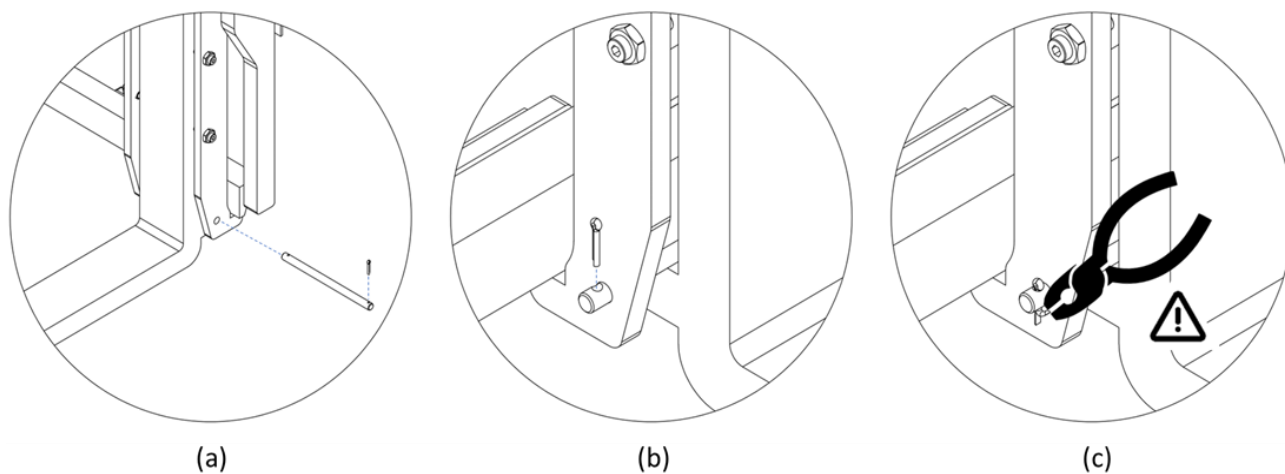

Figura 12
1. Inserire i perni di fissaggio dei ganci inferiori delle forche e verificare che il gancio della forca sia bloccato dal perno stesso (vedi *Figura 12, a*).
2. Inserire la copiglia di sicurezza nei fori posti su entrambi i lati del perno (vedi *Figura 12, b*).
3. Piegare con l'utilizzo di una pinza uno dei 2 lembi di entrambe le copiglie e assicurarsi che queste non possano fuoriuscire (*Figura 12, c*).